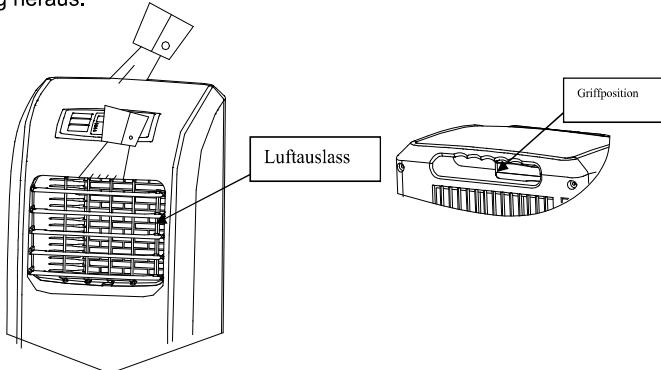

Abb. 19
(1). Um das Gerät zu handhaben oder zu bewegen, halten Sie die Oberseite des Luftauslasses der vorderen Schale mit einer Hand und die Griffposition oben auf der hinteren Schale mit einer anderen Hand und lassen Sie das Gerät in der aufrechten Position. (Wie in Abbildung 19 gezeigt).